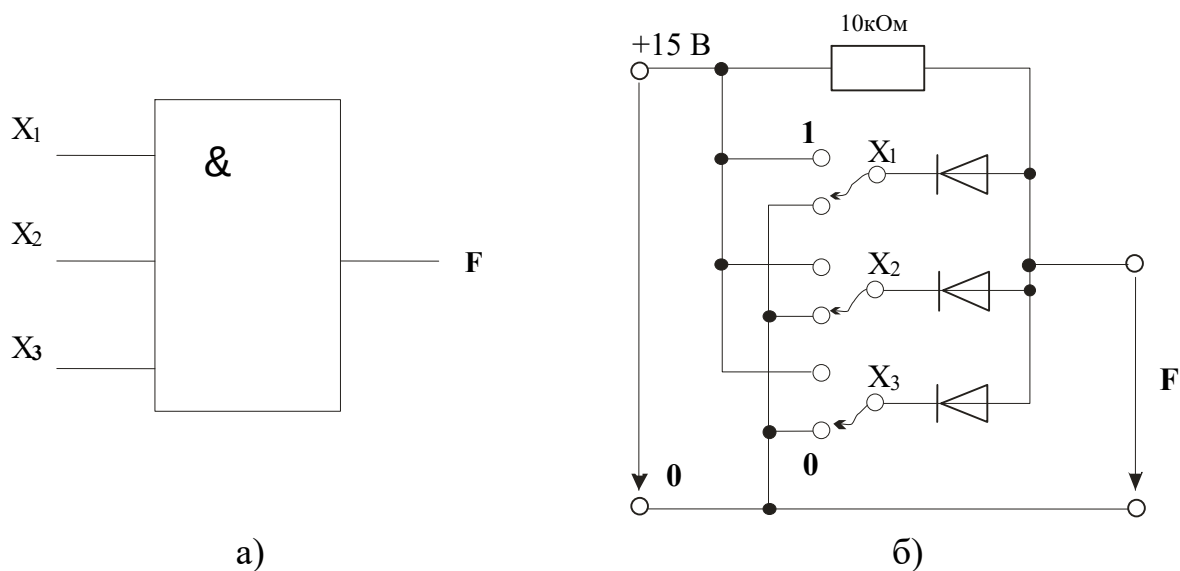

Рисунок 1 – Логический элемент AND с тремя входами
1.1. Соберите цепь согласно схеме (рис. 1, б). Подайте последовательно к входам x_1 , x_2 и x_3 , как указано в таблице 1: $0\text{ В} \equiv \text{сигнал } 0 \equiv \text{уровень низкого потенциала}$, $+15\text{ В} \equiv \text{сигнал } 1 \equiv \text{уровень высокого потенциала}$.